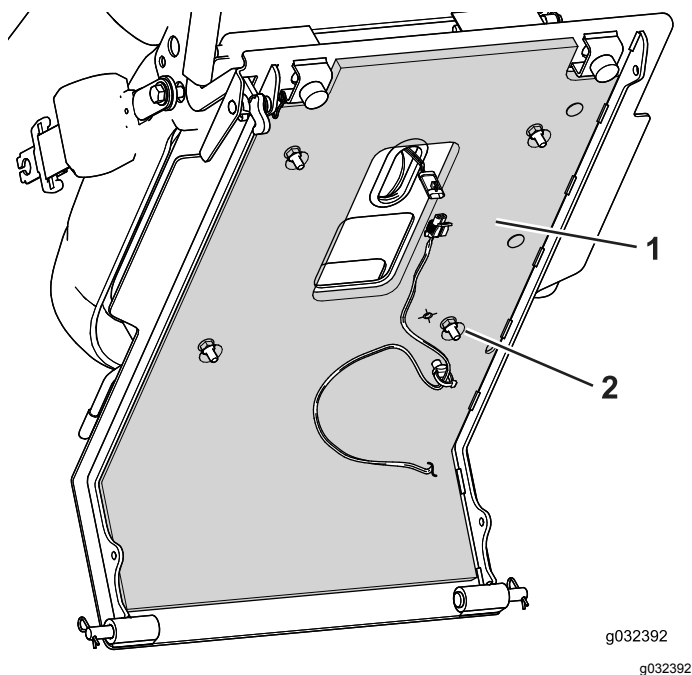

Figura 6
5. Retire o suporte e aplique a proteção inferior do banco na parte inferior da plataforma do banco (Figura 6).